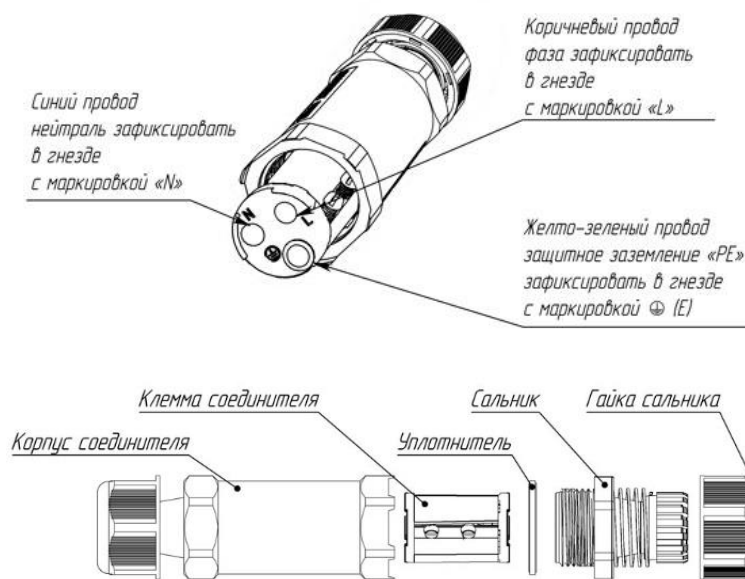

Рис. 2
6.6.3. Открутить гайку сальника и сам сальник с неподключенной части кабельного соединителя (Рис.2). Продеть через гайку сальника и сам сальник сетевой кабель. Концы проводов кабеля продеть в соответствующие гнезда кабельного соединителя, фиксирующие винты затянуть. Закрутить гайку сальника и сам сальник на ответную часть кабельного соединителя. Подать питание на сетевой кабель. Убедиться в работоспособности светильника.